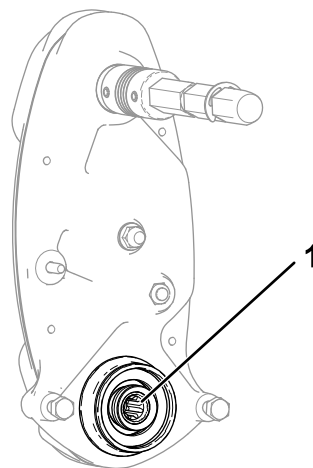

图 14
- 检查滚刀驱动轴的图 14 内侧是否有任何剩余润滑脂。如果没有看到足够的润滑脂请向阳花键和阴花键轴添加更多润滑脂。